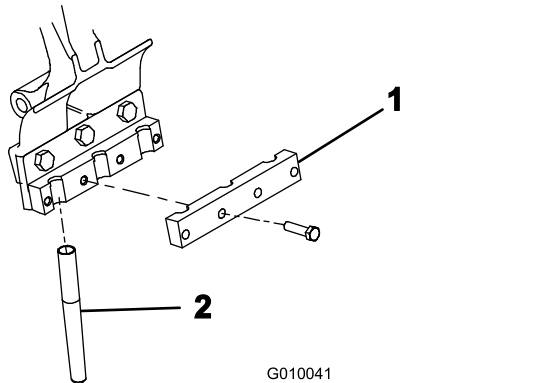

Figure 24
5. Fixez légèrement un serre-louchets sur chaque porte-louchets (Figure 24) à l'aide de 4 boulons ($\frac{3}{8}$ " x $1\frac{1}{2}$ "). Ne serrez pas les vis.